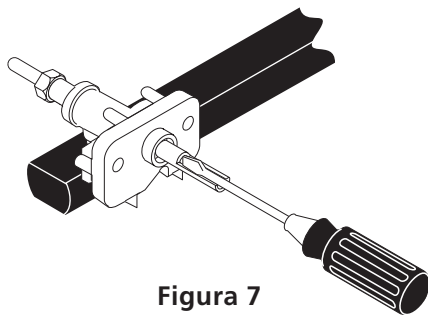

Figura 7
8.4 Ajuste de la Posición LOW (BAJA) Para la Válvula del Quemador Superior (Figura 7)